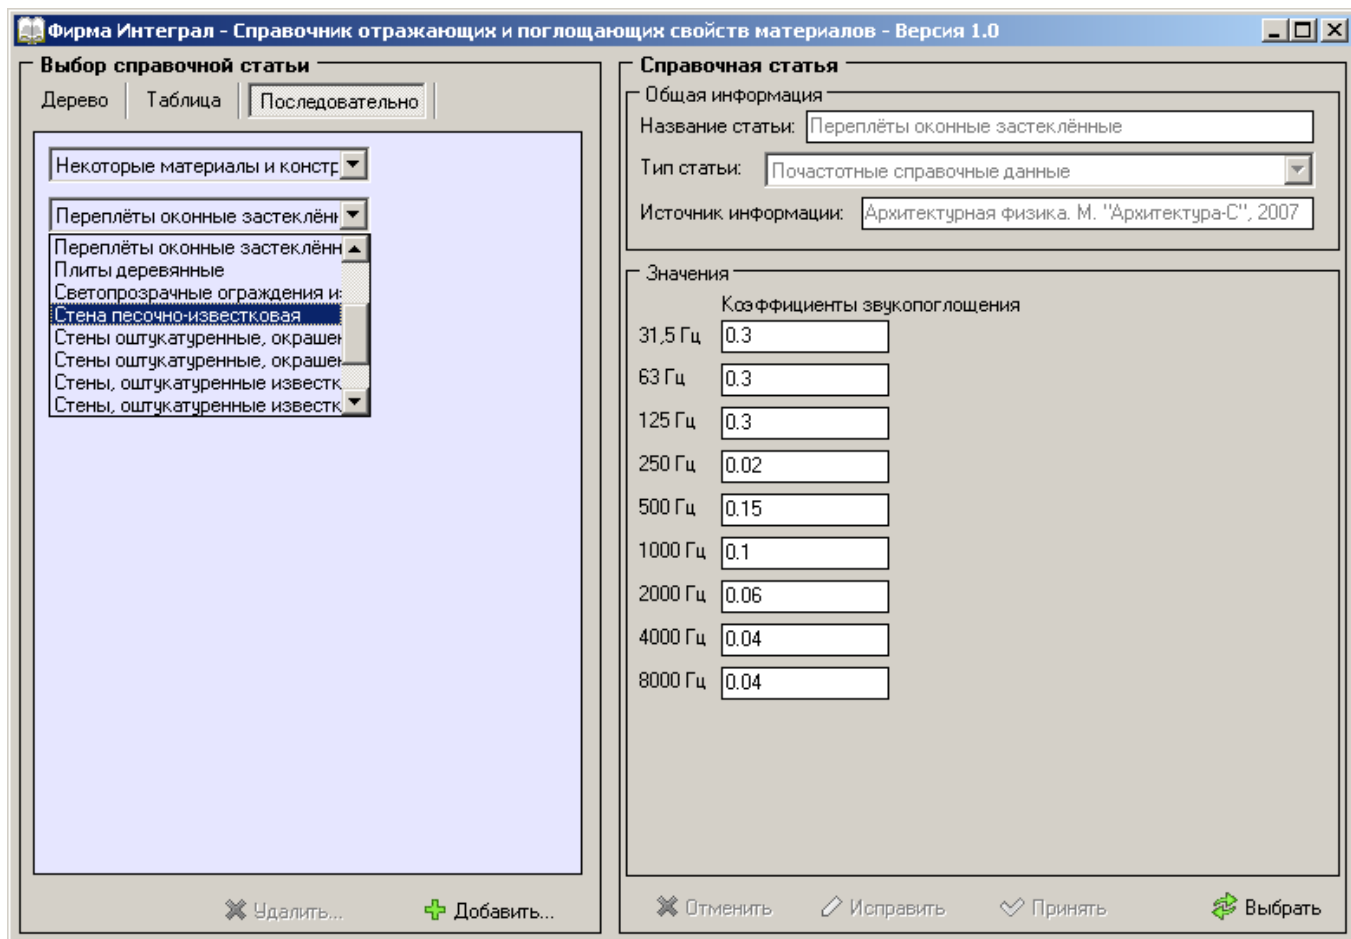

Рисунок 63. Справочник с последовательным представлением данных
- последовательно (Рисунок 63).